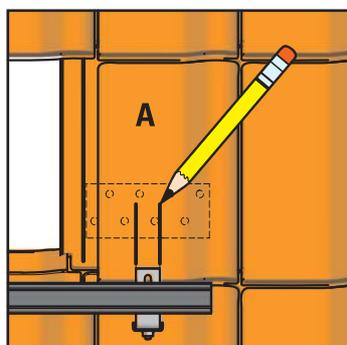

Fig. 3-13 Marquage de la position du crochet
14. Marquez les points de passage des crochets de couvreur sur les tuiles (fig. 3-13).